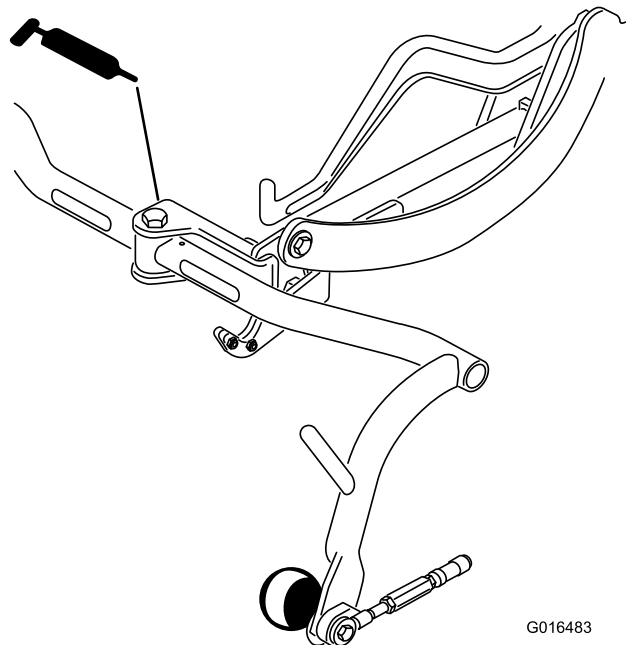

Figure 31
- Pivot de bâti porteur (3) (Figure 31)